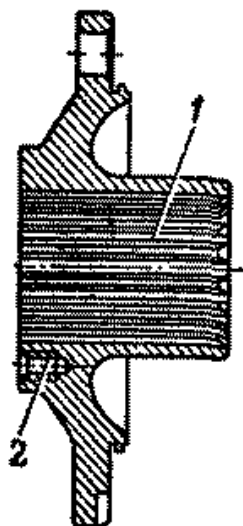

Рис. 178. Ведущий фланец ступицы переднего колеса
9. Ведущий фланец ступицы переднего колеса (рис. 178)